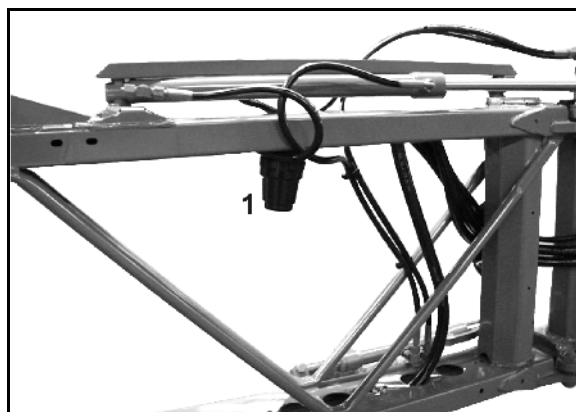

Fig. 119
- DUS- skiftehanen (Fig. 119/1).
- DUS-trykbegrænsningsventilen (Fig. 119/2). DUS-trykbegrænsningsventilen er fast indstillet fra fabrikken side og reducerer trykket i trykomløbssystemet til 1 bar.
- Er DUS-skiftehanen i position (Fig. 119/A), betyder det, at trykomløbssystemet er koblet til.
- Er DUS-skiftehanen i position (Fig. 119/B), betyder det, at trykomløbssystemet er koblet fra.
- Er DUS-skiftehanen i position (Fig. 119/C), kan der tappes væske fra marsprøjten.